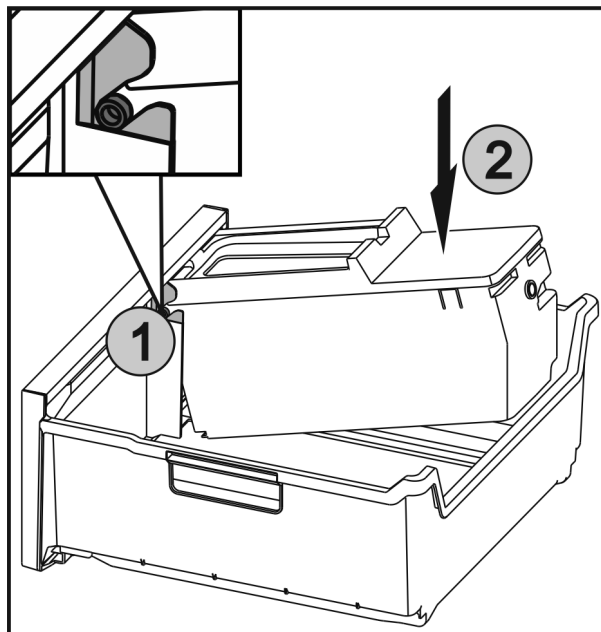

Fig. 57
- ▶ Insérer les axes Fig. 57 (1) sur l'EasyTwist-Ice dans les guides et appuyer sur le côté arrière Fig. 57 (2) jusqu'à ce que la languette s'enclenche.